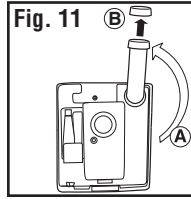

Fig. 11
4. Remove Pour-Out Spout Cap while it is pointing upward (Fig. 11).
4. Saque la tapa del caño de vertido manteniéndola orientada hacia arriba (Fig. 11).